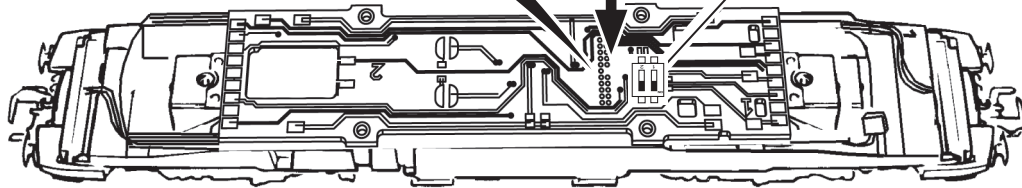

Fig. 8
**2. Schmierung:** Versehen Sie die im Schmierplan in Fig. 8 gekennzeichneten Stellen mit nur **kleinen Öltropfen**. Dazu zuerst das Lokgehäuse abnehmen (Fig. 3). Wir empfehlen den **ROCO Öler Art.-Nr. 10906**. Fürs Schmieren der Getriebeteile (Zahnräder, Schnecke) empfehlen wir das **ROCO-Spezialfett Art.-Nr. 10905**. Im Falle der Schmierung diese Teile **nicht ölen**.
**2. Lubrication:** Apply **tiny oil drops** to spots marked in fig. 8. Prior to lubrication dismantle locomotive (fig. 3). We recommend using item no. **10906, Roco oiler**. For lubrication the gearparts (e.g. cogwheels, worm) we should recommended our Roco **special grease** (item no. **10905**). **Attention:** Please do not oil these parts when using our grease.
**2. Graissage:** N'appliquez **qu'une toute petite goutte** aux endroits indiqués par le plan de graissage (fig. 8) après avoir démonté la caisse de la locomotive (fig. 3). Nous vous recommandons **le graisseur à huile Roco réf. 10906**. Pour graisser les engrenages (roues dentées, vis sans fin) nous vous conseillons la **graisse spéciale Roco réf. 10905** pour engrenages en matières synthétiques. Lorsque vous utilisez cette graisse il faut éviter d'huiler ces composants.